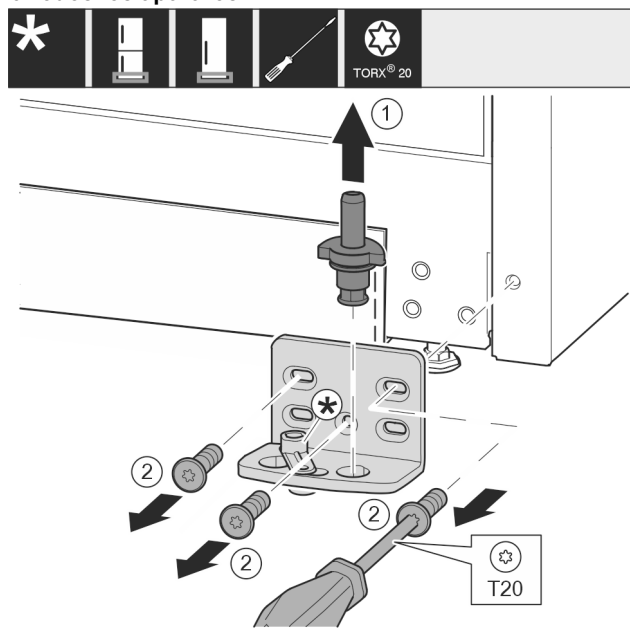

Fig. 9
- Extraer por completo el perno de apoyo hacia arriba. Fig. 9 (1)
- Desenroscar los tornillos con el destornillador T20 y retirar el soporte de apoyo. Fig. 9 (2)